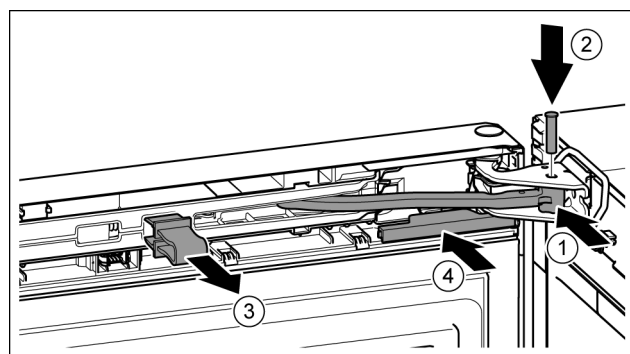

Fig. 22
- ▶ Gelenk in Lagerbock drehen. Fig. 22 (1)
- Bolzen in Lagerbock und Gelenk einsetzen. Dabei darauf achten, dass der Rastnocken korrekt in der Nut sitzt. Fig. 22 (2)
- Sicherung abnehmen. Fig. 22 (3)
- Abdeckung aufschieben. Fig. 22 (4)